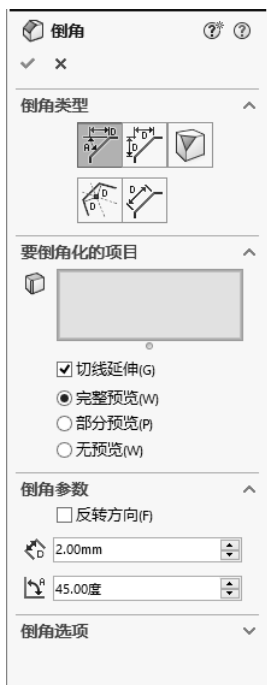
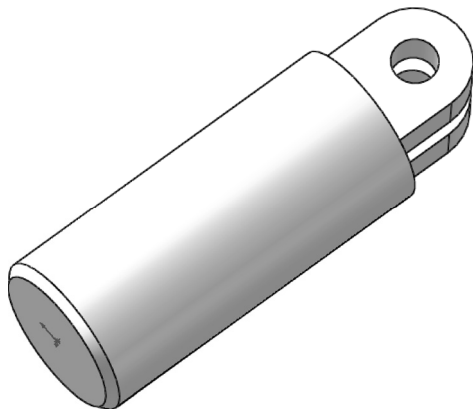

图 13-30 “倒角”属性管理器
图 13-31 倒角
**07** 倒角。选择菜单栏中的“插入”→“特征”→“倒角”命令，或者单击“特征”控制面板中的“倒角”按钮，此时系统弹出图 13-30 所示的“倒角”属性管理器。在距离一栏中输入值 2.00mm，角度一栏中输入值 45.00 度，然后单击属性管理器中的“确定”按钮，结果如图 13-31 所示。